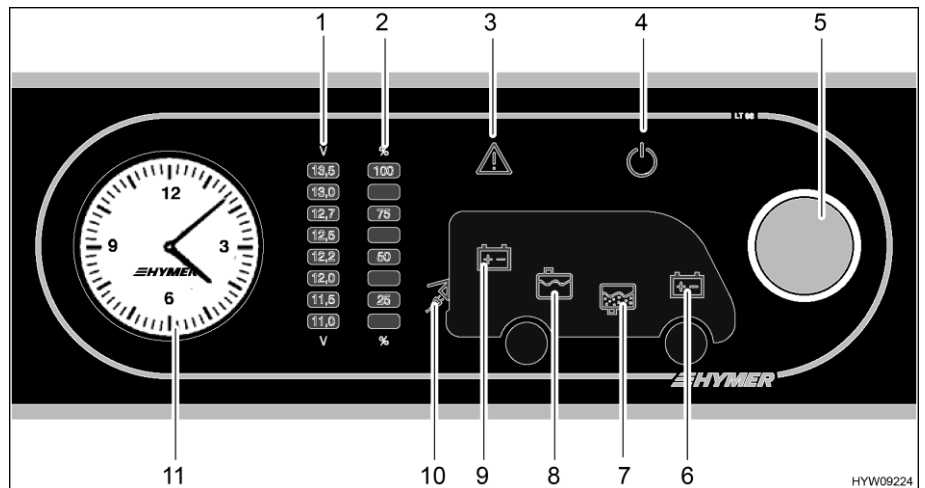

Bild 137 Panel (LT 98)
Der Drehtaster (Bild 137,5) schaltet das Panel und die 12-V-Versorgung des Wohnraums ein und aus.
- Den Drehtaster (Bild 137,5) drücken: Die 12-V-Versorgung des Wohnraums ist eingeschaltet. Die 12-V-Kontroll-Leuchte (Bild 137,4) leuchtet.
- Den Drehtaster (Bild 137,5) drücken: Die 12-V-Versorgung des Wohnraums ist ausgeschaltet. Die 12-V-Kontroll-Leuchte (Bild 137,4) erlischt.
Über den Drehtaster (Bild 137,5) lässt sich sowohl die Spannung der Wohnraumbatterie als auch die Spannung der Starterbatterie abfragen. Die Spannung wird an der Anzeigeskala für Batteriespannung (Bild 137,1) angezeigt.
- Drehtaster (Bild 137,5) drehen, bis das Symbol der Batterie leuchtet, deren Spannung abgefragt werden soll.
| | Spannung der Wohnraumbatterie wird angezeigt (Bild 137,9) |
| | Spannung der Starterbatterie wird angezeigt (Bild 137,6) |
- Spannung an der Anzeigeskala Batteriespannung (Bild 137,1) ablesen. Die folgenden Tabellen helfen dabei, die angezeigte Batteriespannung richtig zu interpretieren.
Über den Drehtaster (Bild 137,5) lässt sich sowohl der Füllstand des Wassertanks als auch der Füllstand des Abwassertanks abfragen. Der Füllstand wird an der Anzeigeskala Tankfüllstand (Bild 137,2) angezeigt.
- Drehtaster (Bild 137,5) drehen, bis das Symbol des Tanks leuchtet, dessen Füllstand abgefragt werden soll.
|  | Füllstand des Wassertanks wird angezeigt (Bild 137,8) |
|  | Füllstand des Abwassertanks wird angezeigt (Bild 137,7) |
- Füllstand an der Anzeigeskala Tankfüllstand (Bild 137,2) ablesen.
Die Warnleuchte Alarm (Bild 137,3) blinkt, sobald festgelegte Grenzwerte überschritten oder unterschritten werden.
Die Warnleuchte Alarm (Bild 137,3) blinkt, sobald die Spannung der Batterie 11 V unterschreitet. Wenn die 12-V-Versorgung eingeschaltet ist, leuchtet zusätzlich das entsprechende Batteriesymbol (Bild 137,6 oder 9), und die Anzeige "11,0" auf der Anzeigeskala Batteriespannung (Bild 137,1) blinkt. Tiefentladung droht.
Die Warnleuchte Alarm (Bild 137,3) blinkt und das entsprechende Tanksymbol (Bild 137,7 oder 8) leuchtet, sobald der Wassertank leer oder der Abwassertank voll ist.
Die 230-V-Kontroll-Leuchte (Bild 137,10) leuchtet, wenn am Eingang des Elektrobloks Netzspannung vorhanden ist.